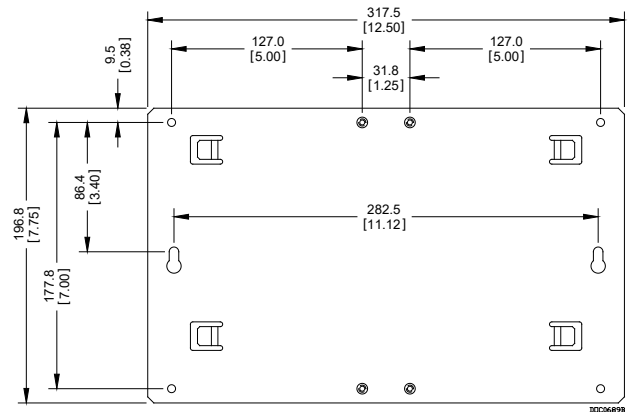

Figura 5. Dimensiones del panel
- Unidad principal con estante de expansión montada sobre el panel del adaptador.** Colóquela según lo desee en la placa de montaje de la carcasa y ubique los orificios de montaje en la placa con el conjunto del FB107 como plantilla. Vea la *Figura 5* para obtener las dimensiones del panel del adaptador. Perfore y rosque orificios de montaje en la placa con una rosca de 8-32 UNC. Coloque el conjunto del FB107 sobre las ubicaciones roscadas y conecte la placa con los cuatro tornillos de 8-32 UNC x 1,00 pulg provistos. Ajuste los cuatro tornillos de montaje en un par de 1,1 a 1,4 N-m aproximadamente.